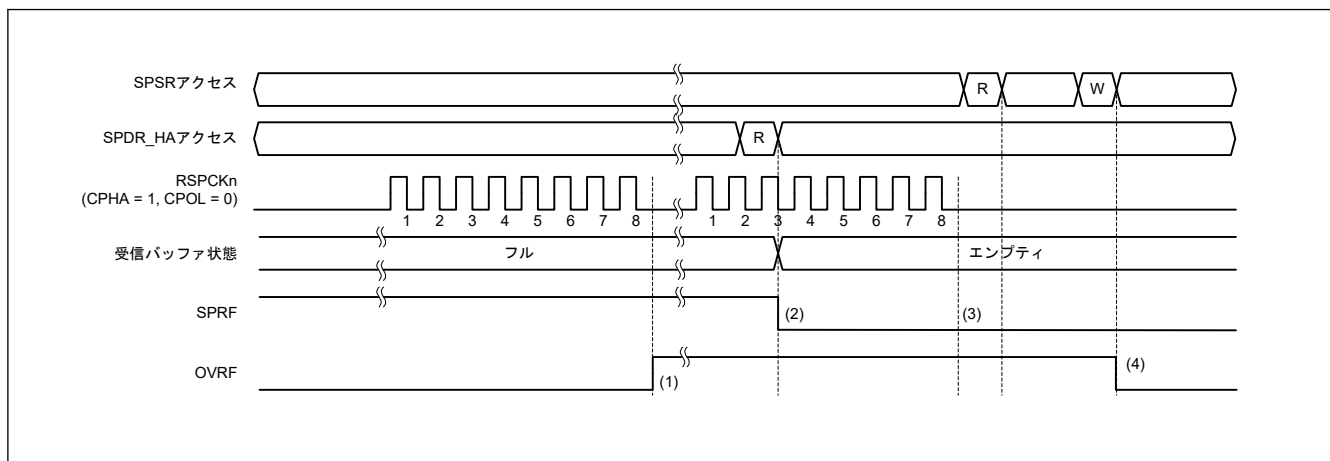

図 32.37 OVRF フラグおよび SPRF フラグの動作例
図 32.37 に OVRF フラグと SPRF フラグの動作例を示します。図 32.37 に示す SPSR アクセスと SPDR_HA アクセスは、それぞれ SPSR レジスタと SPDR_HA レジスタへのアクセス条件を示します。W は書き込みサイクル、R は読み出しサイクルを示します。この例では、SPCMDm.CPHA ビットが 1、SPCMDm.CPOL ビットが 0 の設定で、SPI が 8 ビットのシリアル転送を実行しています。RSPCKn 波形の下に記載した数字は RSPCK サイクル数 (= 転送ビット数) を示しています。
以下に、図 32.37 の (1) ～ (4) に示したタイミングでのフラグの動作内容を説明します。